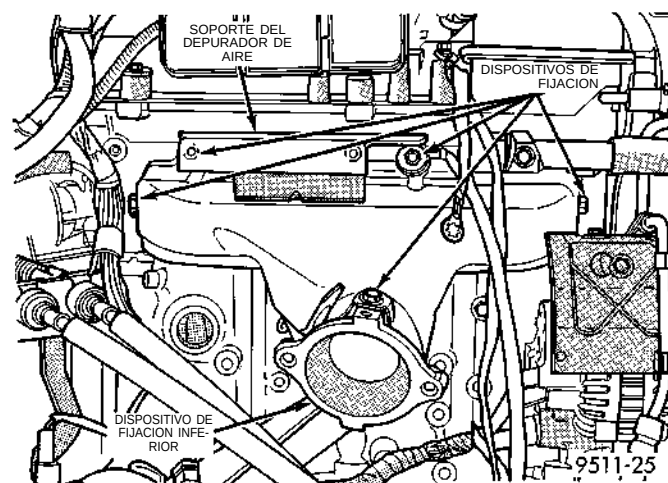

Fig. 28 Protector contra el calor del tubo múltiple de escape
- (1) Retire el soporte y el conjunto del depurador de aire.
- (2) Retire el protector contra el calor del tubo múltiple de escape (Fig. 28).
- (3) Desconecte el conector del sensor de oxígeno de entrada calefaccionado.